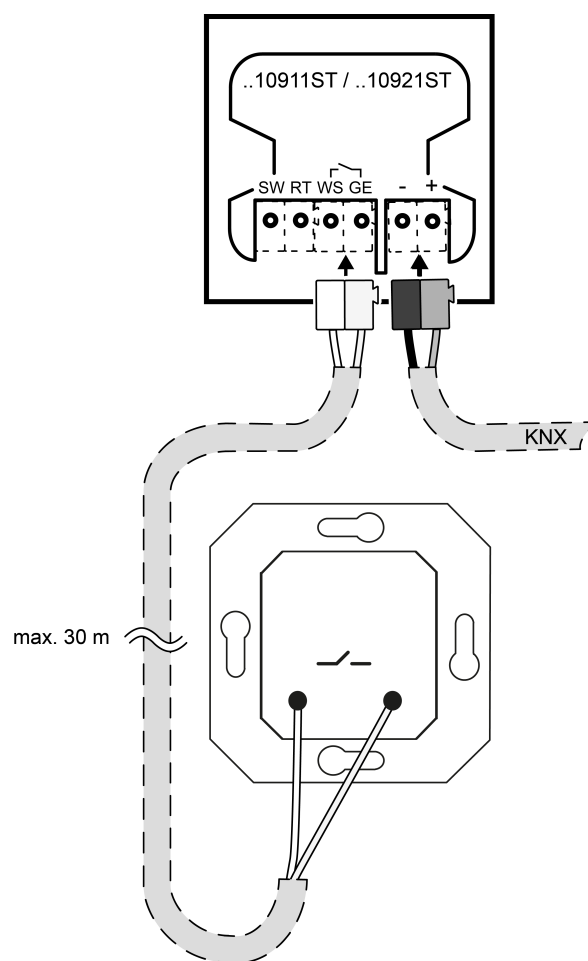

Figura 5: Conexión de un pulsador
- Opcional: conectar contactos de conmutación externos (por ejemplo pulsadores o contactos Reed) al empalme de unión (véase figura 5).
Conectar contactos de conmutación externos (véase figura 5)